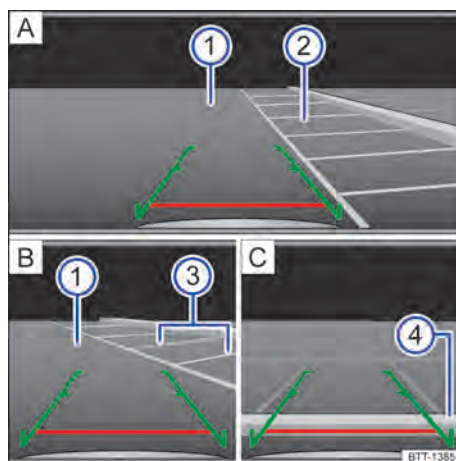

Fig. 104 Exibição do display do sistema do rádio: estacionar com a câmera de marcha a ré. ▶
Legenda para Fig. 104:
- Posicionar o veículo na frente da vaga de estacionamento → Fig. 104 ② **A**.
- Conduzir para trás lentamente e manobrar de modo que as guias verdes laterais conduzam entre as linhas de delimitação da vaga de estacionamento delimitada ② **A**.
- Alinhar o veículo na vaga de estacionamento selecionada de modo que as guias verdes laterais fiquem em cima das linhas de limitação lateral ③ **B**.
- Parar o veículo, quando a linha vermelha atingir a limitação traseira ④ **C**.